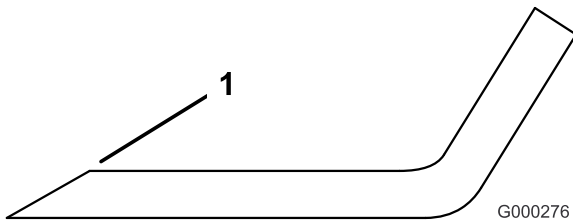

Figura 95
1. Utilice una lima para afilar el filo de corte en ambos extremos de la cuchilla (Figura 95). Mantenga el ángulo original. La cuchilla permanece equilibrada si se retira la misma cantidad de material de ambos bordes de corte.